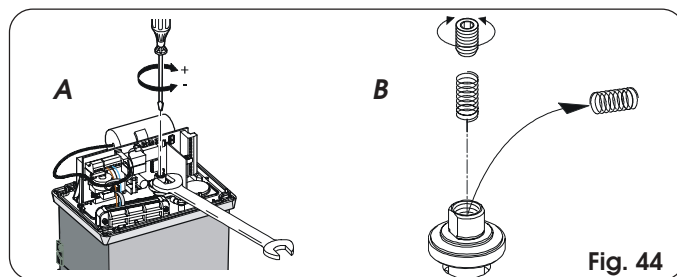

Fig. 44
- 2) Maintenir l'arbre moteur bloqué au moyen d'une clé anglaise et agir sur la vis de réglage de l'embrayage avec une clé pour vis à six pans creux ou un tournevis d'après la Fig. 44 Réf. A. Pour augmenter le couple, tourner la vis dans le sens des aiguilles d'une montre. Pour diminuer le couple, tourner la vis dans le sens inverse des aiguilles d'une montre.
- **L'opérateur est fourni en série avec un ressort de réglage de l'embrayage pour les portails jusqu'à 1000 kg. Pour les portails d'un poids supérieur, utiliser l'autre ressort fourni. Pour remplacer le ressort, agir d'après la Fig. 44 Réf. B.**